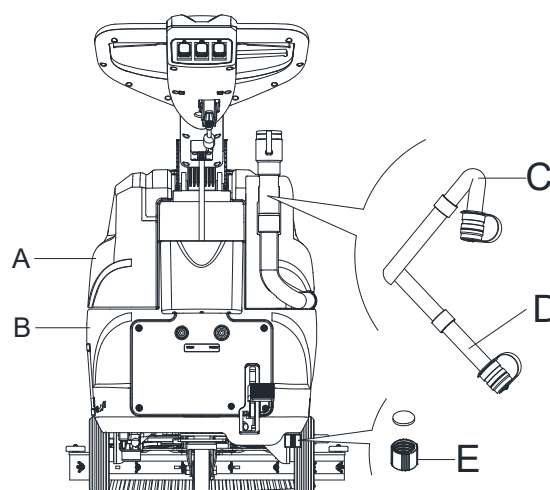

Figur 9
Et automatisk flyder-lukkesystem (B, Figur 9) blokkerer vakuumsystemet, når genvindingstanken (C) er fuld. Deaktivering af vakuumsystemet vises ved en pludselig tiltagen i vakuummotor-systemets støjfrekvens, og gulvet er heller ikke blevet tørt.
Hvis vakuumsystemet slår fra ved et uheld (for eksempel, når flyderen aktiveres pga. en pludselig maskinbevægelse), så gør man følgende for at genoptage brugen: sluk for strømmen og vakuumsystemet ved at trykke på kontakten (39 og 41). Åbn derefter dækslet (A, figur 9) og kontrollér, at flyderen inden for gitteret (B) er faldet til vandniveau. Luk derefter dækslet (A), og tryk på strømkontakten (39 og 41) for igen at tænde for strømforsyningen og vakuumsystemet.
Når genvindingsvandtanken (C, Figur. 9) er fuld, så tøm den i overensstemmelse med følgende procedure.
4. Tøm opsamlingstanken ved brug af slangen (F, figur 7). Skyl derefter tanken (C, figur 9) med rent vand.
5. Fjern opsamlingstankens dæksel (A, figur 9), og skyl den indvendige side af dækslet og filterflyderens gitter (B) med rent vand.
6. Eftersø opsamlingstanken (D, figur 9) for fastklemt fremmedlegemer, og skyl den.